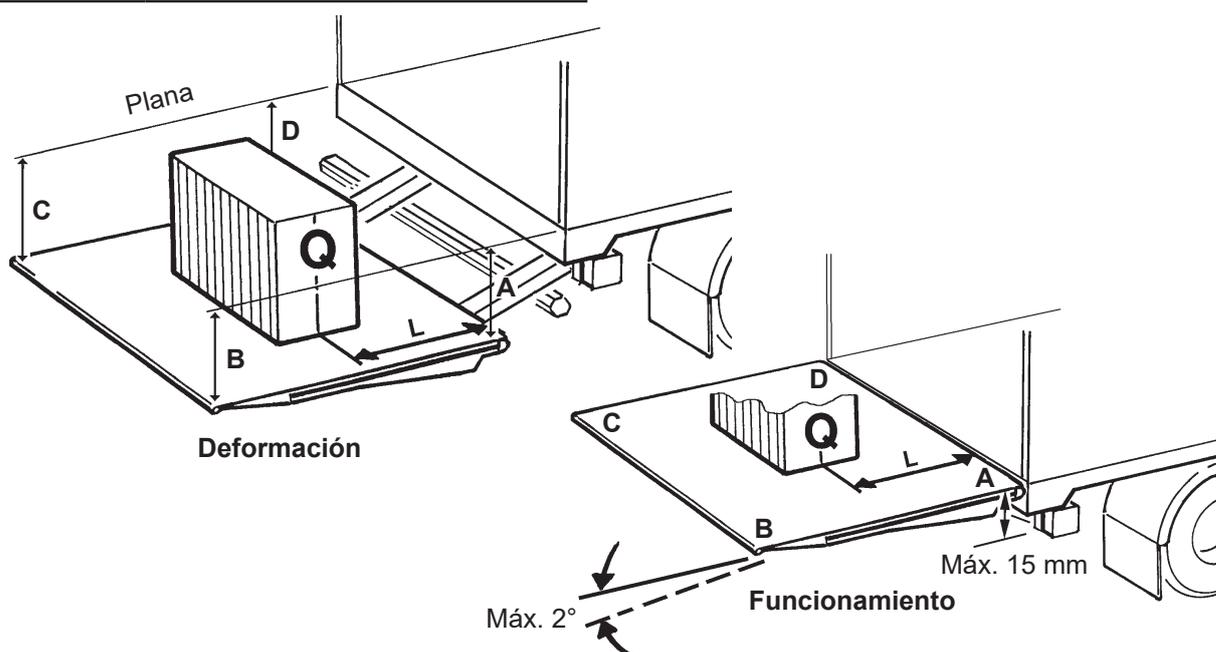

Figura 99. Prueba y verificación
- Colocar el elevador trasero en la posición a media altura hacia el nivel de la plataforma y con la plataforma en posición horizontal. Medir las medidas comparativas A-B-C-D, como se ilustra en Figura 99.